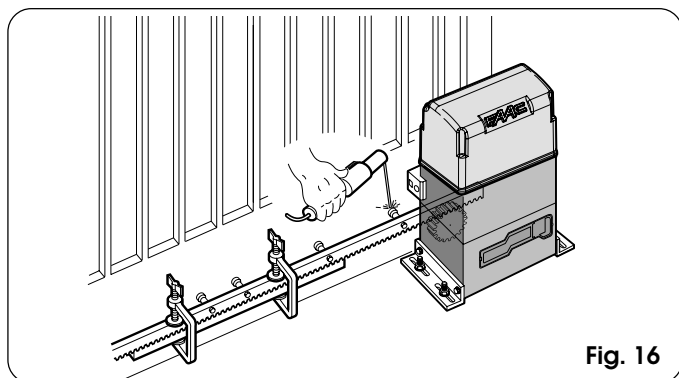

Fig. 16
- 5) Plaats een ander tandheugelelement tegen het vorige en gebruik, om de vertanding van de twee elementen in fase te brengen, een stuk tandheugel zoals aangegeven op fig. 16.